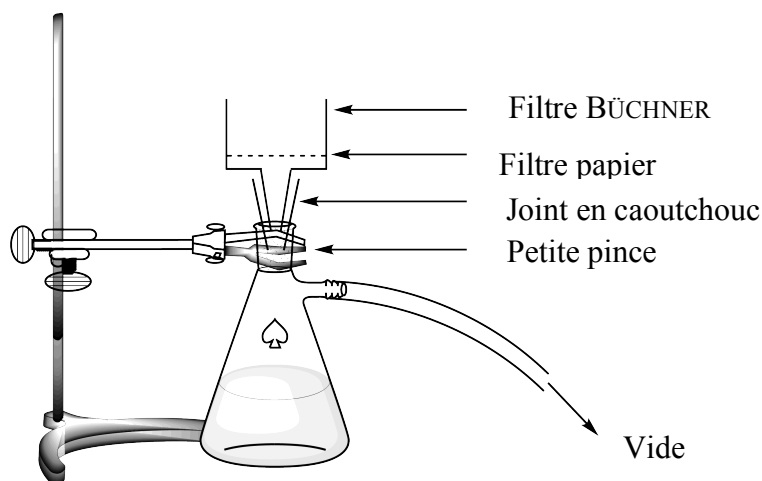

Figure 2. Montage de filtration sous vide
- À l'aide d'un filtre BÜCHNER, d'un papier filtre et d'une fiole à vide fixée à la potence par une petite pince, **réaliser** le montage de filtration sous vide. (voir figure 2). **Lever** votre carte « HELP ». Un assistant de laboratoire viendra et vous montrera comment adapter la fiole à vide au système d'aspiration.